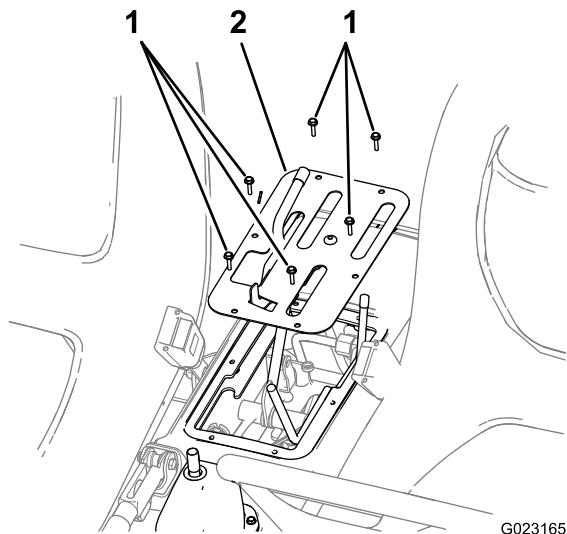

Рисунок 3
3. Отвинтите 6 винтов, которые крепят наружный край плоской крышки центрального пульта к шасси, и снимите плоскую крышку (Рисунок 3).